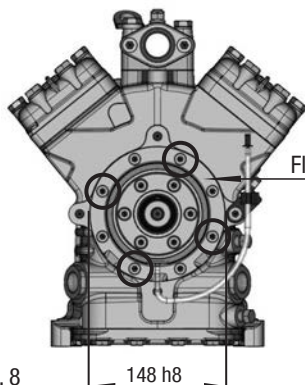

Fig. 8
- Per alloggiare la bobina del giunto elettromagnetico, la flangia di supporto anteriore è dotata di un accoppiamento di precisione $\emptyset 148 \text{ h8}$ (vedi fig. 8).
- Per il montaggio della bobina, allentare le 4 viti a testa cilindrica M8 sulla flangia di supporto (v. fig. 8).